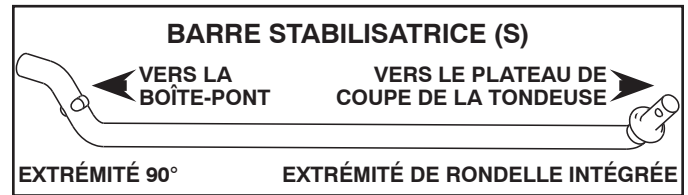

Fig. 28
## 5. LE CAS ÉCHÉANT, INSTALLER LA BARRE STABILISATRICE (S). (Voir la Fig. 28 - 30)